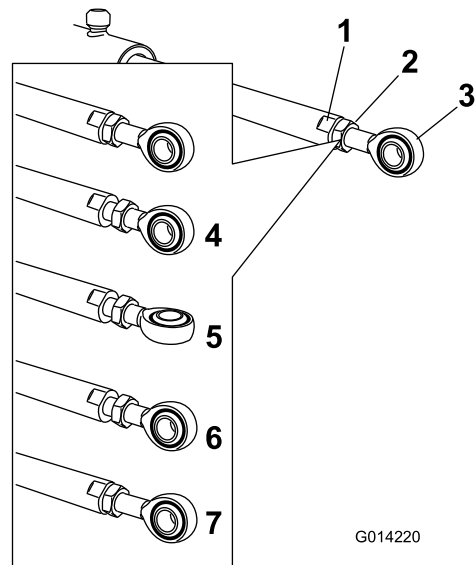

Figura 94
5. Coloque una llave plana sobre las zonas planas del émbolo del actuador para inmovilizarlo, luego afloje la contratuerca para poder manipular la varilla de ojal (Figura 94).
6. Gire la varilla de ojal en el émbolo del actuador para acortar o alargar el actuador extendido a la posición deseada (Figura 94).